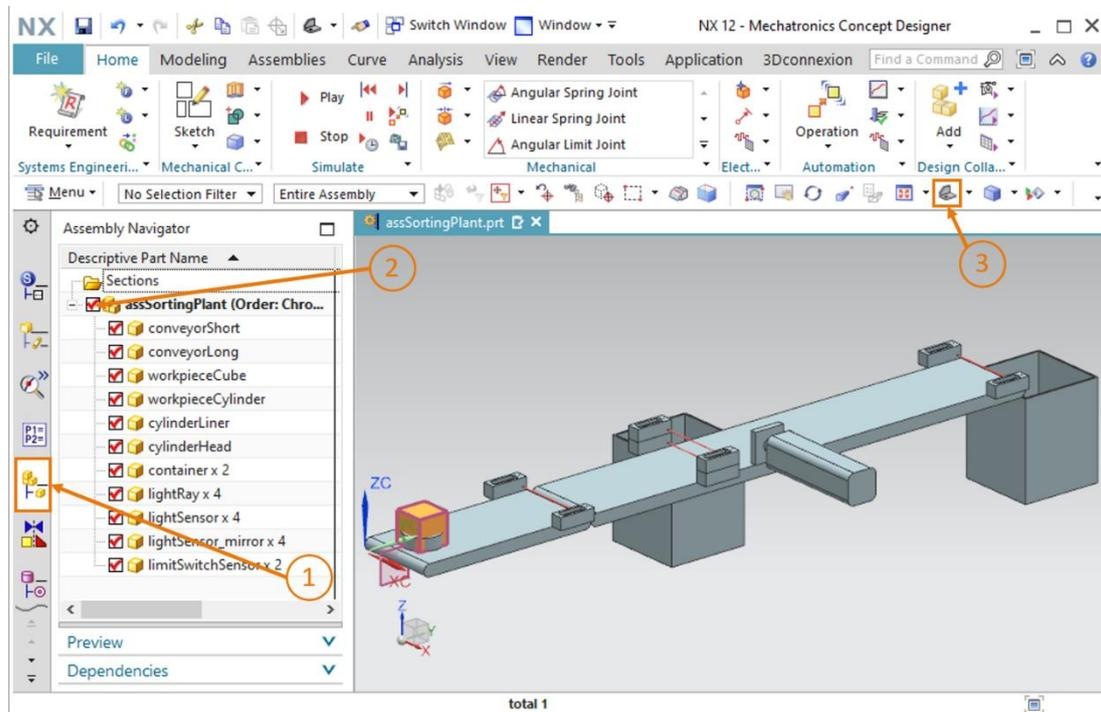

Figure 25 : Création du corps de collision pour workpieceCube – Affichage du module
- Comme décrit à la "**Section : Masquer/afficher des composants et des modules**", allez dans la zone "Assembly Navigator" (Navigateur de modules) dans la barre de ressources et activez le module "**assSortingPlant**" en cliquant sur la coche grise (voir Figure 25, étapes 1 + 2). Passez ensuite à la vue trimétrique pour voir à nouveau votre modèle en entier (voir Figure 25, étape 3).